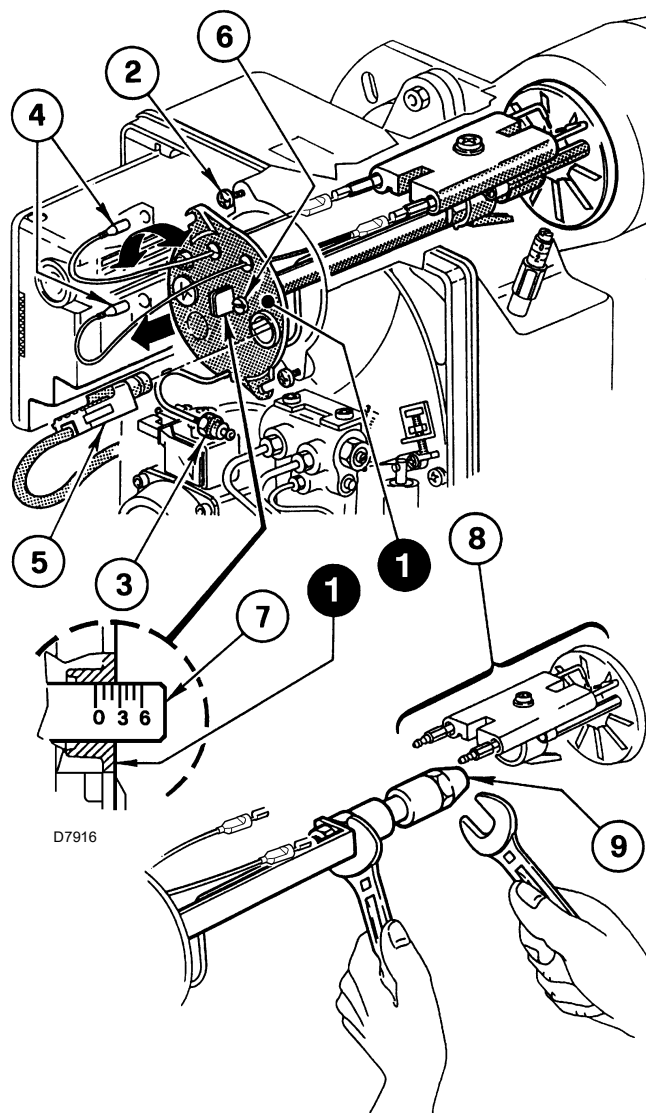
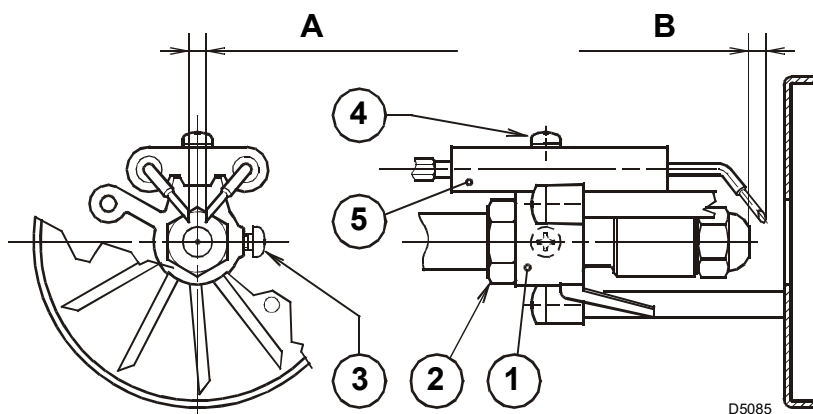

Abb. 11
Abb. 13
- den Düsenstock 1)(Abb. 11) entnehmen, nachdem die Schrauben 2)(Abb. 11) gelockert, die Muttern 3)(Abb. 11) gelöst, und die Kabel 4)(Abb. 11) und der Flammendetektor 5)(Abb. 11) vom Steuergerät abgezogen wurden.
- Ziehen Sie die Kabeln 4)(Abb. 11) von den Elektroden ab, lockern Sie die Schraube 3)(Abb. 13) und ziehen Sie die Stauscheibenhalterung 8)(Abb. 11) aus dem Düsenstock 1)(Abb. 11).
- Drehen Sie die Düse 9)(Abb. 11) richtig ein und ziehen Sie sie fest, wie in Abb. 11 gezeigt.
- Drehen Sie die Stellschraube 6) (Abb. 11) so weit im oder gegen den Uhrzeigersinn, bis die am Stellbügel markierte Kerbe 7) (Abb. 11) mit der Außenfläche des Düsenstocks 1) (Abb. 11) übereinstimmt.
Die Abstände in Abb. 13 müssen eingehalten werden.
- Den Stauscheibenhalter 3)(Abb. 13) auf den Düsenstock 2)(Abb. 13) legen und mit der Schraube 4)(Abb. 13) fixieren.
- Für eventuelle Einstellungen der Elektrodeneinheit 5) die Schraube 6)(Abb. 13) lockern.